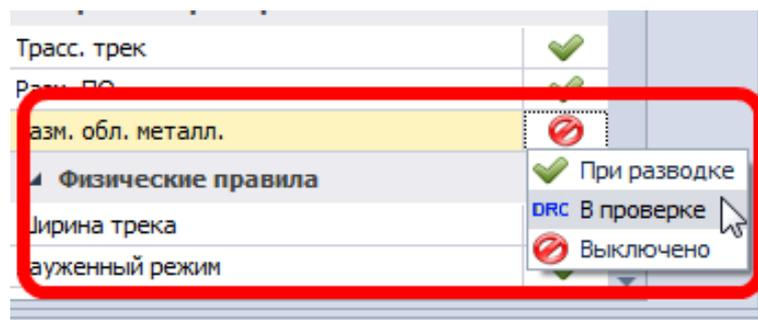

Рис. 160. Изменение типа проверки правила
2. Нажать левую кнопку мыши и, в отобразившемся списке, выбрать новый тип проверки, см. Рис. 160.